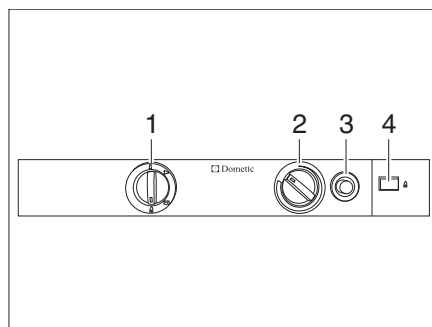

Fig. 332 Elementos de mando para el frigorífico (Dometic de la serie 8)
- Situar el selector de energía (Fig. 332,1) en "▲".
- Presionar el regulador giratorio (Fig. 332,2), girarlo al nivel máximo y mantenerlo presionado. Esperar hasta que salga gas hacia el quemador.
- Presionar el botón de encendido de gas (Fig. 332,3) y mantenerlo pulsado. El encendido se realiza automáticamente.
- Mantener pulsado el botón de encendido de gas (Fig. 332,3) hasta que el indicador de llama (Fig. 332,4) esté verde y soltarlo entonces.
- Mantener aún presionado el regulador giratorio (Fig. 332,2) de 10 a 15 segundos y después soltarlo.
- Situar el selector de energía (Fig. 332,1) en "▶".
- Ajustar la temperatura de refrigeración con el regulador giratorio (Fig. 332,2).
- Situar el selector de energía (Fig. 332,1) en "⊕".